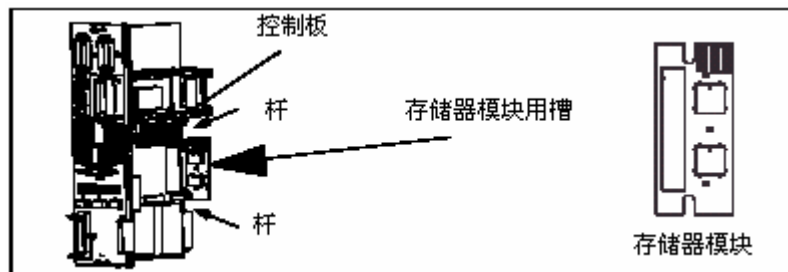

图 2-2 安装和拆除存储器模块
2. 向下压下存储器模块的插销，并向外推，直到插销松开为止（请参见图 2.2）。